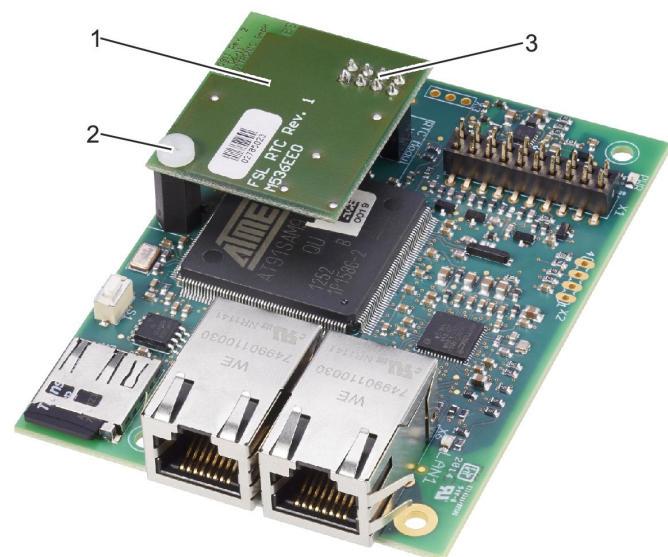

Fig. 53 : Montage du module RTC
7. ▶ Insérez le module RTC (Fig. 53 /1) avec les broches (Fig. 53 /3) dans le logement à 8 pôles (Fig. 52 /2) du module EM-IP.
8. ▶ Fixez le module RTC avec la vis de fixation (Fig. 53 /2) sur le module EM-IP.